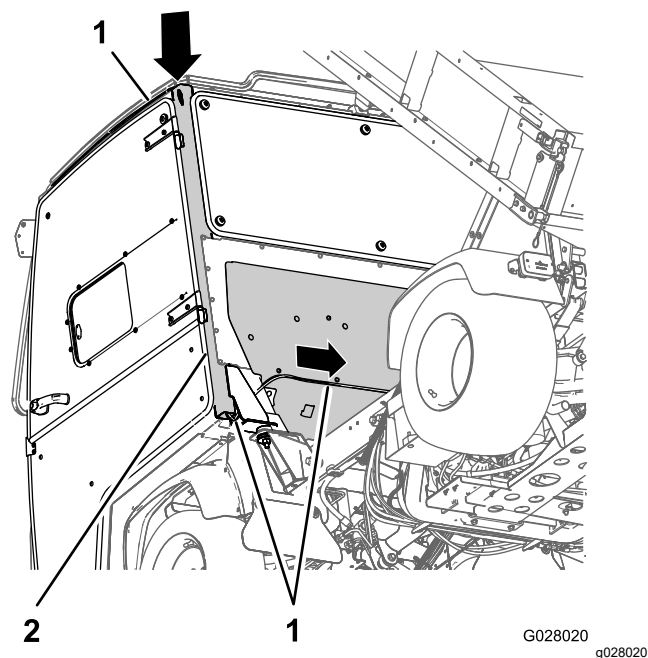

Figura 22
3. Enrute el extremo libre de la manguera por el orificio de la parte superior del pilar B del lado del conductor del bastidor de la cabina, y hacia abajo a través del bastidor (Figura 22).